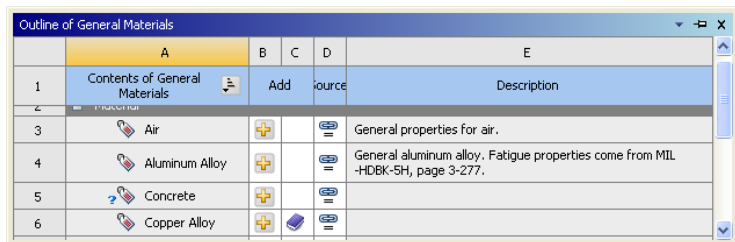

图 24-4 添加 Copper Alloy 材料
4) 在 Outline of General Material 窗口中, 选择“Copper Alloy”并单击后面的“添加”按钮, 如图 24-4 所示。